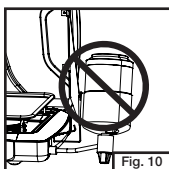

Fig. 10
- Ne faites jamais fonctionner le réchaud avec la bouteille de gaz sens dessus dessous. (Fig. 10)